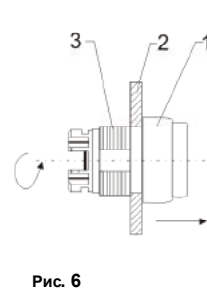

Рис. 6
- 3) В конце отвинтить крепежную гайку, что позволит вынуть приводной элемент из панели (рис. 6)